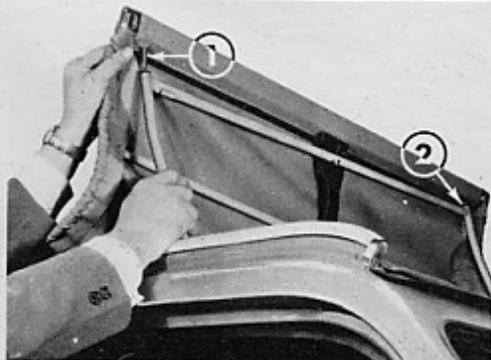

Fig. 27-Apertura totale della cappotta
- Disimpegnare dal telaio mobile gli attacchi della cappotta (**fig. 27 - rif. 1 e 2**) e ribaltare in avanti il telaio così liberato.